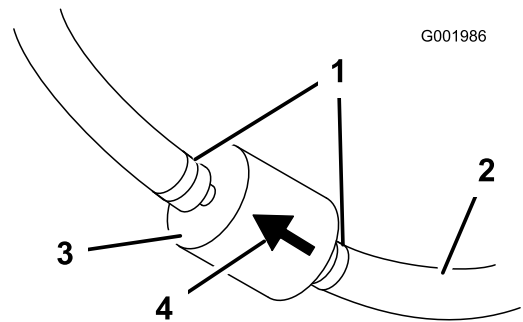

图44
5. 将软管夹的两端挤压到一起，将它们滑离滤清器（图44）。